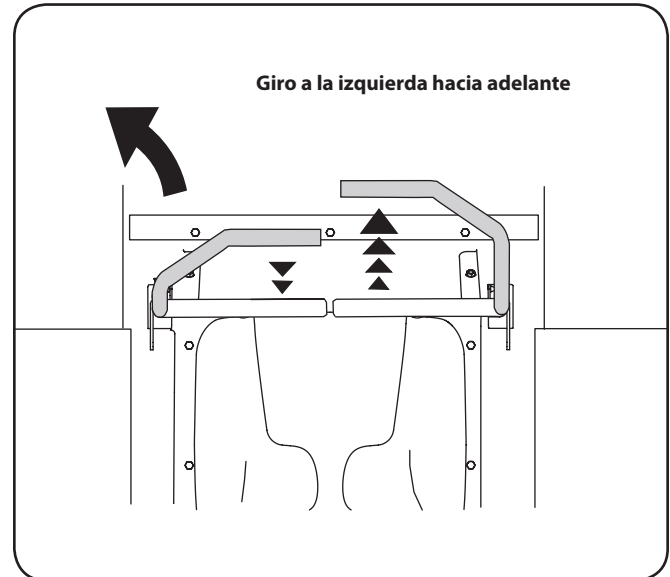

Figura 5-3
1. Para girar a la izquierda, mueva la palanca de control izquierda hacia atrás respecto de la palanca derecha. Vea la Figura 5-3.